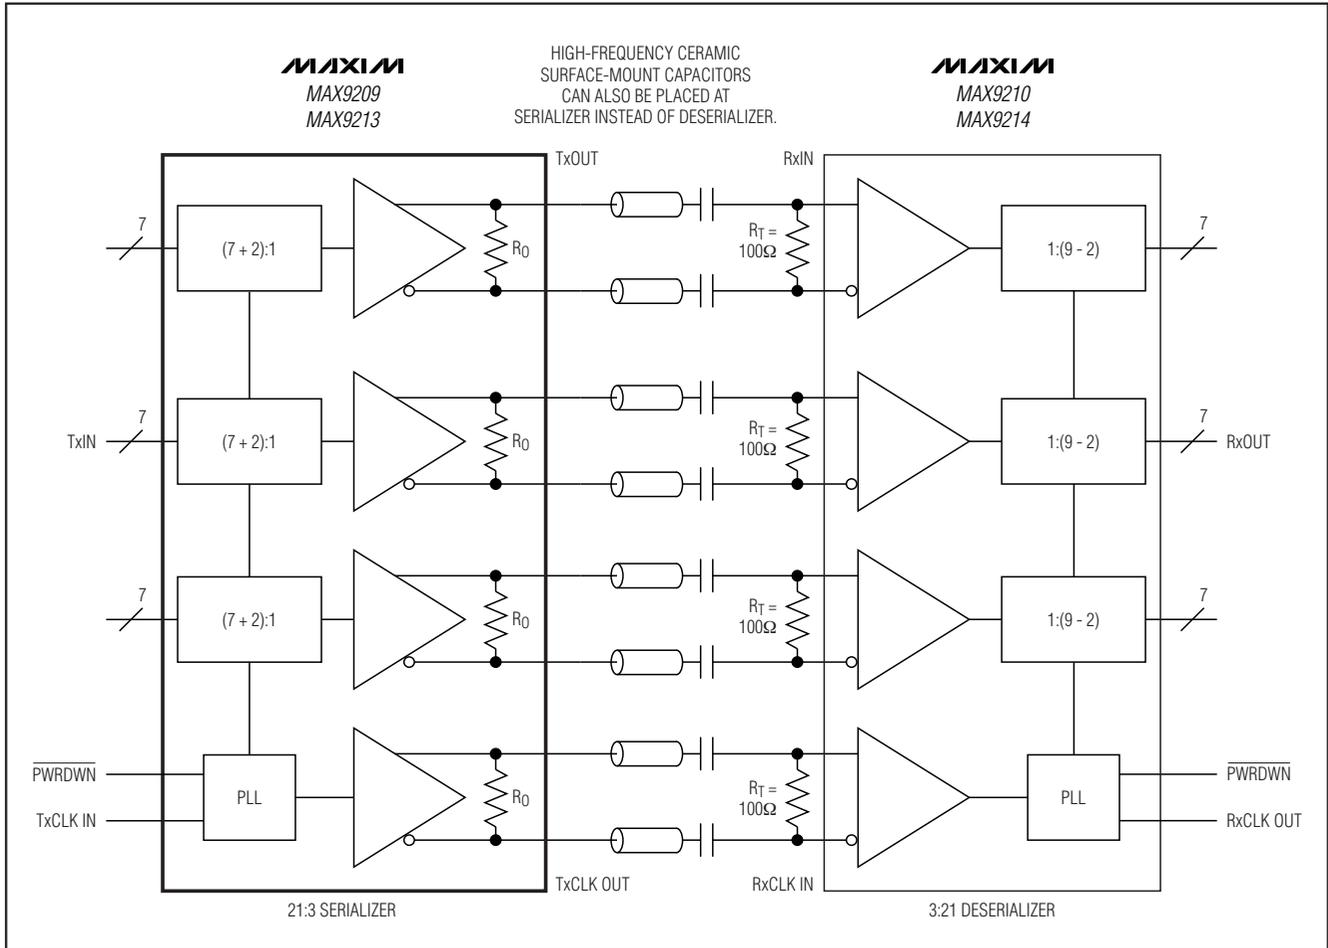
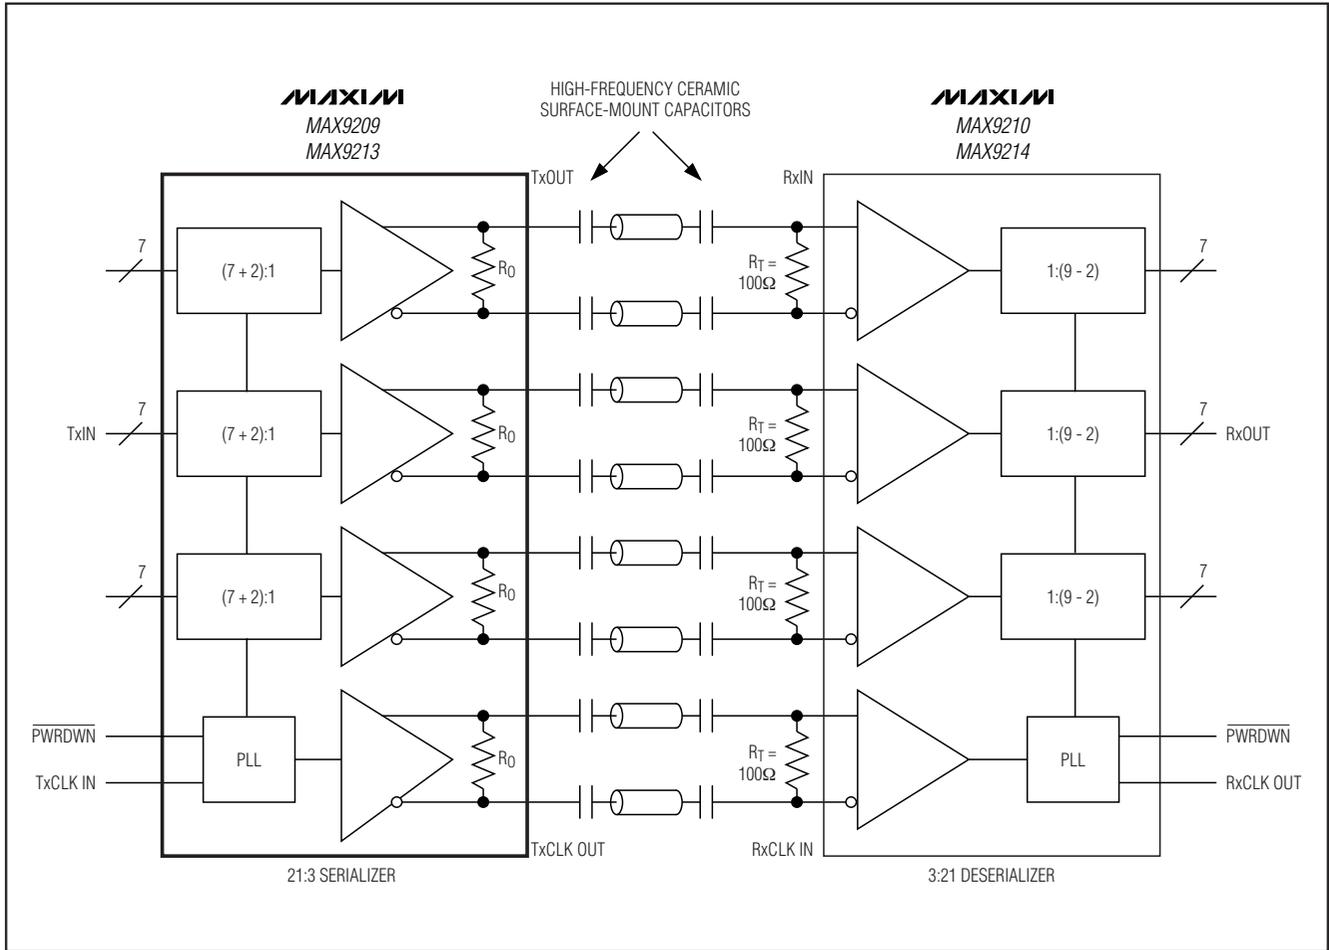

図14. 1つのリンクに2個のコンデンサがAC結合されたDCバランスモード
図15. 1つのリンクに4個のコンデンサがAC結合されたDCバランスモード
AC結合リンクのRC回路は、LVDSレシーバの終端抵抗 (R_T)、LVDSドライバの出力抵抗 (R_O)、および直列接続のAC結合コンデンサ (C) で構成されます。2個の同値の直列接続のコンデンサの場合のRC時定数は、 $(C \times (R_T + R_O)) / 2$ です (図14)。4個の同値の直列接続のコンデンサの場合のRC時定数は、 $(C \times (R_T + R_O)) / 4$ です (図15)。
式1は、2個の直列接続のコンデンサ用です(図14)。ビットタイム(t_B)は、パラレルクロックを9分割した時間です。DSVは10です。4個の直列接続のコンデンサ用については、式3を参照してください(図15)。
4個の直列接続のコンデンサ用(図15)に変更した式1は、次の通りです。